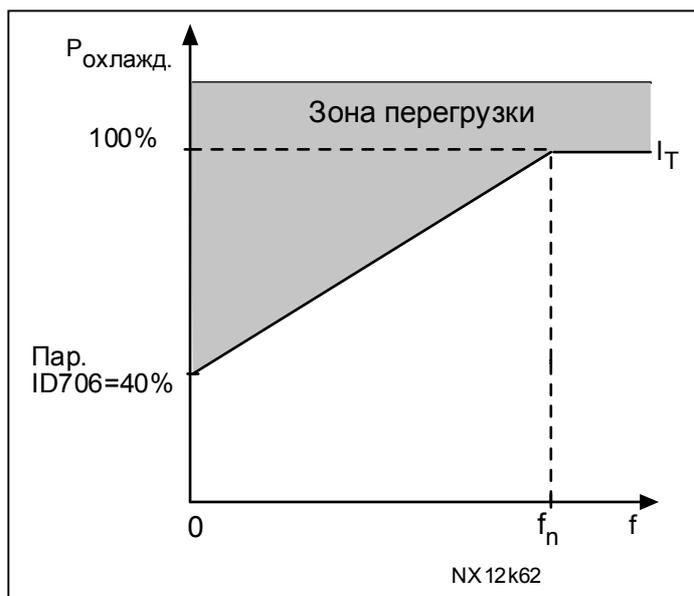

Рис. 8-47. Охлаждающая мощность двигателя I_T кривая
- Ток может быть задан между 0—150.0% x I_{nMotor} . Этот параметр устанавливает значение для тока тепловой защиты при нулевой частоте. См. Рис. 8-47. Значение по умолчанию предполагает отсутствие охлаждения двигателя внешним вентилятором. При использовании внешнего вентилятора можно задавать значение этого параметра 90% (или даже выше).